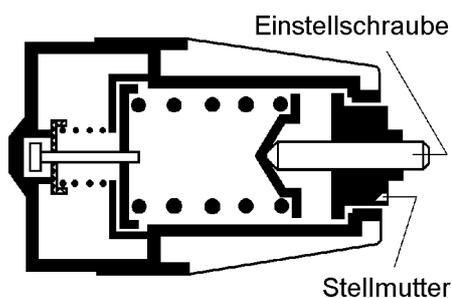

Abb. 3
Hinweis: Bei Nichterreichen des Abschalt-druckes p_2 ist der Druck an der Einstell-schraube zu korrigieren; dabei ist die Stell-mutter mit einem Maul-Ringschlüssel gegen Verdrehen zu sichern (siehe Abb. 3).
3.5.1. Den Anschluß 1 der Abwandlung entsprechend bis 2 bar über den Abschalt-druck p_2 aus der Tabelle belüften. Den Absperrhahn 7 am Prüfstand öffnen. Bei einem der Abwandlung entsprechenden Abschalt-druck p_2 am Manometer 7 muß an der Entlüftung Luft austreten. Nach einem der Abwandlung entsprechenden Druckabfall (Schaltspanne p_3 aus der Tabelle) endet der Luftaustritt an der Entlüftung. Wird die Schaltspanne p_3 nicht erreicht, so ist sie mit der Stellmutter zu korrigieren (siehe Abb. 3). Diesen Prüfpunkt mehrmals wiederholen. Den Anschluß 1 entlüften und den Absperrhahn 7 schließen.